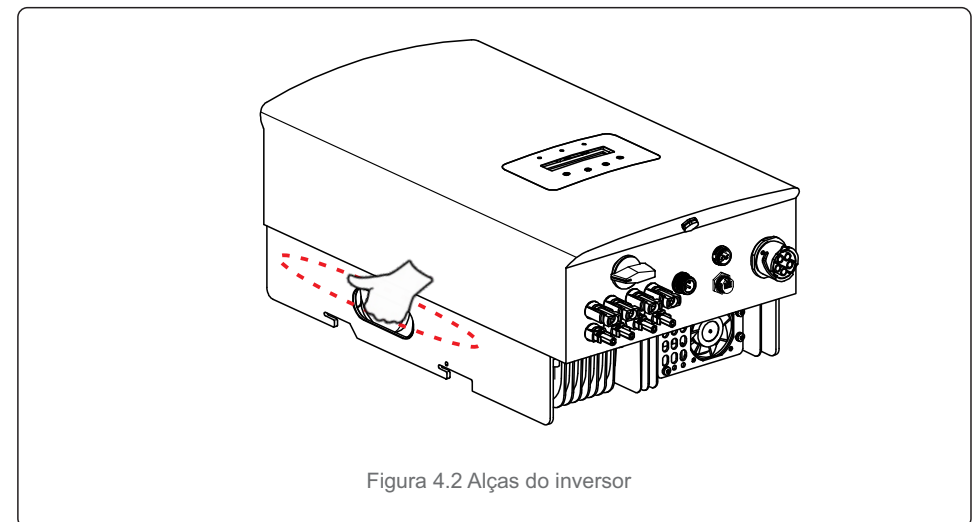

Figura 4.2 Alças do inversor
2. Abra a caixa e manuseie os dois lados do inversor através da área indicada pela linha pontilhada. (Veja a Figura 4.2).